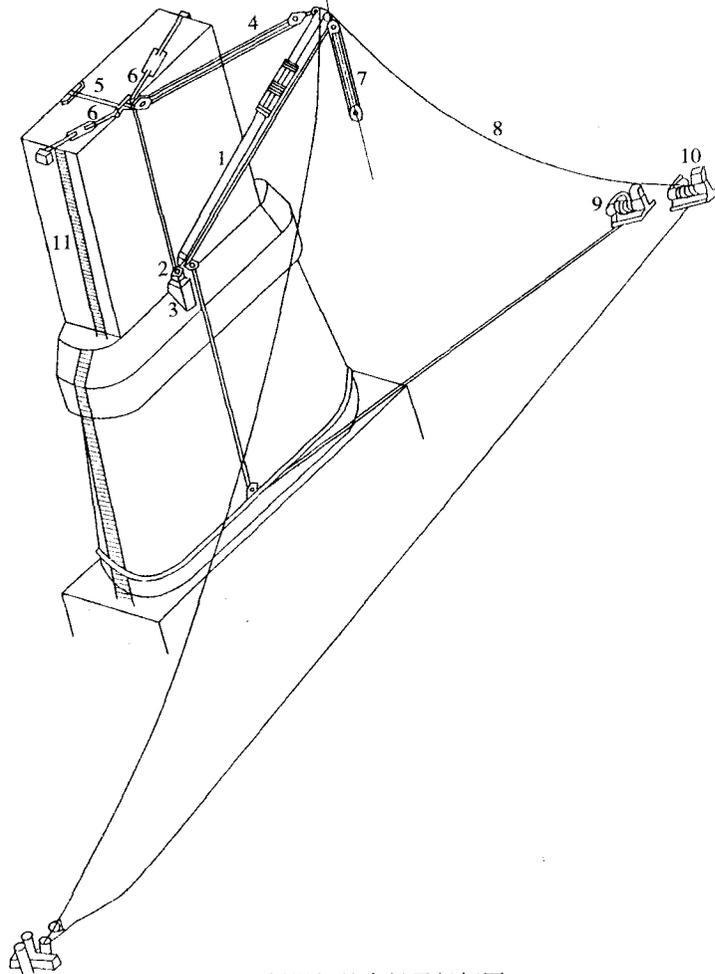

图20 桥墩钢管台扒灵扒杆图
(3) 以预先安置在桥墩上的钢管台灵扒杆，将构件从栈桥提升上拱架，卸放在托板滚轮上，见图20。